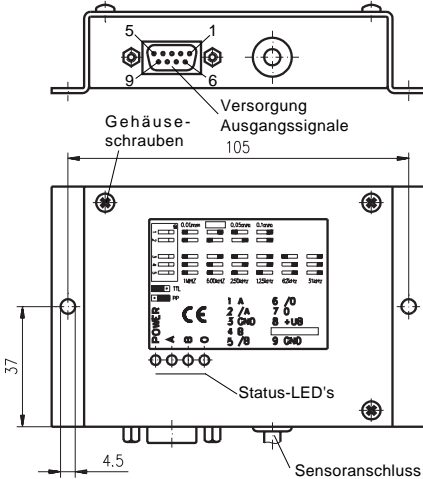

Abb.9: Montage / Anschlüsse
Das Gerät ist für die Montage mittels Schraubbefestigung vorgesehen. Die seitlich an den Laschen vorhandenen Bohrungen können zum direkten Anschrauben verwendet werden. (s. Abb.9)
Die Ausgangssignale und die Versorgungsspannung werden über eine 9-polige D-Sub-Steckverbindung geführt. (siehe Abb.9)
- Lösen der vier Gehäuseschrauben (s. Abb. 9)